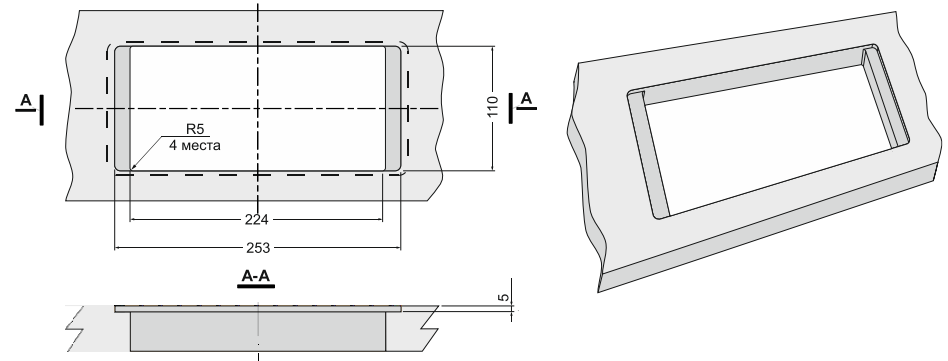

Рис.4
- В рабочей поверхности сделайте прямоугольное отверстие размером 228x110 мм. и углубление под крепежные «уши», для плотного прилегания блока розеток к рабочей поверхности. «Уши» должны быть заглублены на 4-6мм. Размеры отверстия для установки блока розеток указаны на Рис.4.